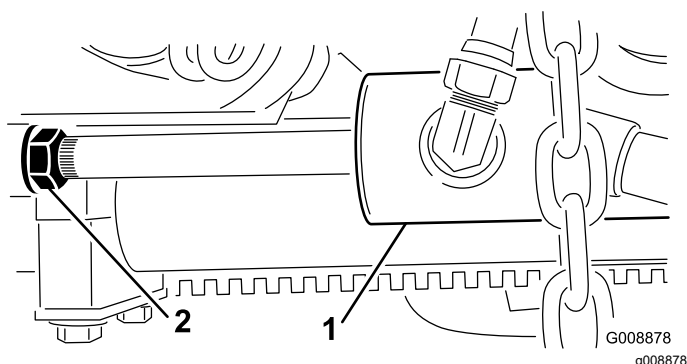

Рисунок 27
- Ослабьте контргайку на штоке гидроцилиндра подъема (Рисунок 27).